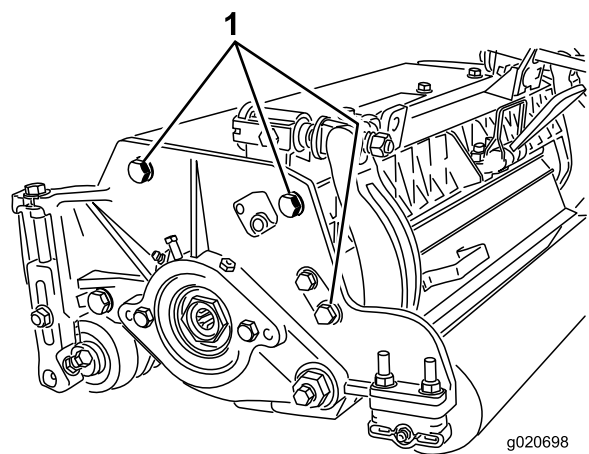

Figura 14
**Nota:** La posición del rodillo trasero respecto al molinete es controlada por las tolerancias de mecanizado de los componentes ensamblados, y no es necesario ajustar el paralelismo. Es posible hacer ajustes limitados colocando la unidad de corte en una chapa plana y aflojando los tornillos de caperuza de montaje de las chapas laterales (Figura 14). Ajuste los tornillos de caperuza y vuelva a apretarlos. Apriete los tornillos de cabeza hexagonal a 37-45 N m.